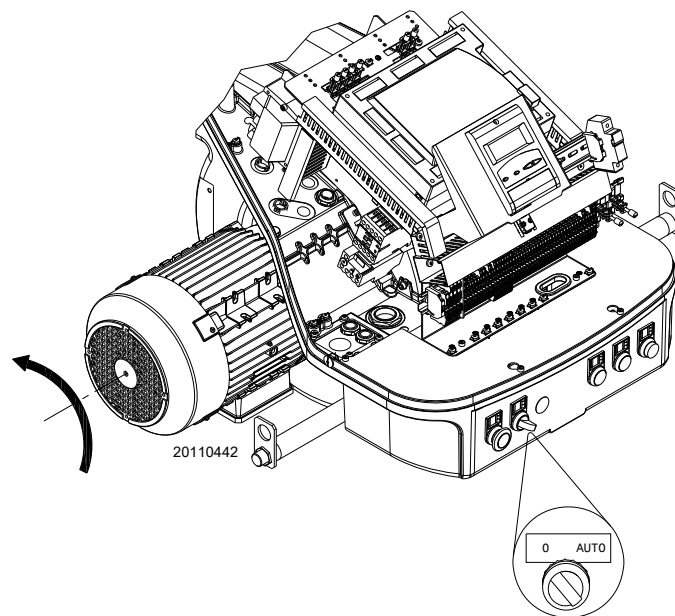

Fig. 27
Închideți termostatele/presostatele și puneți comutatorul Fig. 27 în poziția „AUTO”.
Dacă acestea indică tensiune, opriți **imediat** arzătorul și verificați conexiunile electrice. Când arzătorul pornește, verificați direcția de rotație a motorului, așa cum se arată în Fig. 27.
- rotiți comutatorul Fig. 27 în poziția „0” și așteptați oprirea echipamentului;
- acționând comutatorul „**0-AUTO**” din Fig. 27 la pag. 30;